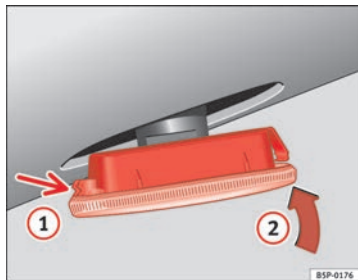

Abb. 149 Seitliche Blinker
- Setzen Sie den Blinker durch Einrasten der Halterungen **①** ⇒ Abb. 149 zuerst in die Aufnahme in der Karosserie und anschließend in Pfeilrichtung **②** ⇒ Abb. 149 ein. ■